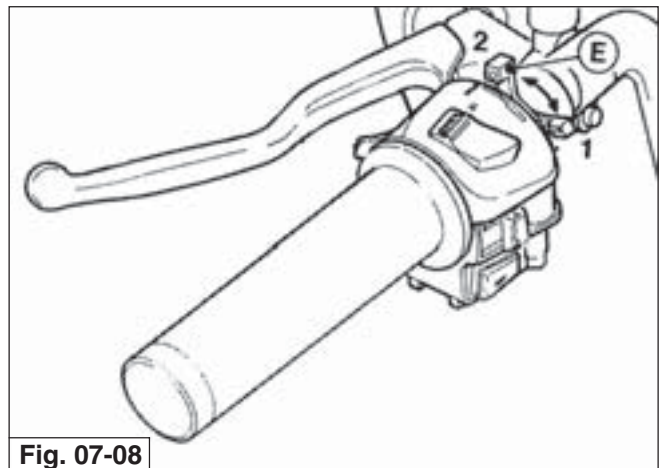

Fig. 07-08
- levetta comando dispositivo di avviamento a **motore freddo** "CHOKE" ("E" di fig. 07-08) situata sul lato sinistro del manubrio.
- 4- Avvitare a fondo le viti "M" e successivamente svitarle di 1 giro e 1/2 su entrambi i carburatori; controllare che i due cavi all'imbocco delle viti tendifilo "B" abbiano una corsa a vuoto di mm 1÷1,5; controllare pure che i due capicorda sulle guaine delle trasmissioni di comando starter all'imbocco delle viti tendifilo "D" in posizione di marcia "2" (fig. 07-08) abbiano una corsa a vuoto di circa 3 mm.
- 4- Fully tighten screws "M" and subsequently loosen them by 1 and 1/2 turns on both carburetors; check that the two cables at the entry to the adjuster screws "B" have 1÷1.5 mm free travel; check also that the two ends on the choke control cable sheaths at the entry to the adjuster screws "D" in the run position "2" (fig. 07-08) feature approximately 3 mm free travel.